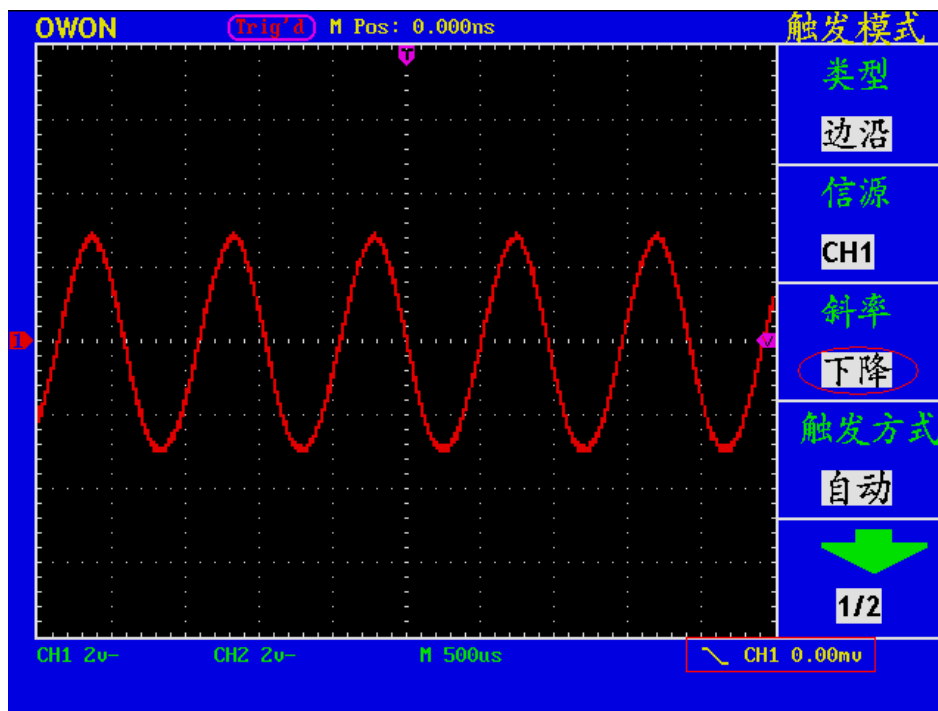

图 32: 下降沿触发波形
- 10、再按 F3 菜单选择按键，选择斜率为 **下降**。屏幕显示见图32。